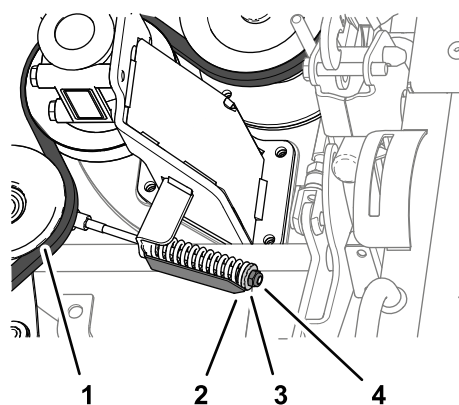

Figura 133
4. Allentate il controtradio del tendicinghia sinché non riuscite a far scivolare la cinghia fuori dalla puleggia tendicinghia (Figura 133).
2. Serrate il controdado, fino a quando la freccia dell'indicatore della tensione non si allinea con la superficie esterna della rondella (Figura 133).